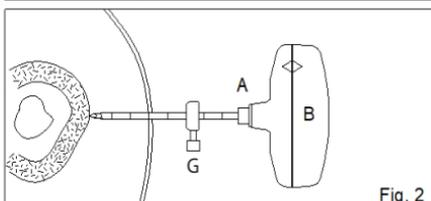

Fig. 2
FIG. 2 Mova o medidor de profundidade (G) para frente até fazer contato com a pele e, em seguida retire-o até a profundidade desejada, usando as marcações em centímetros na Cânula de corte (A) para proporcionar orientação visual.